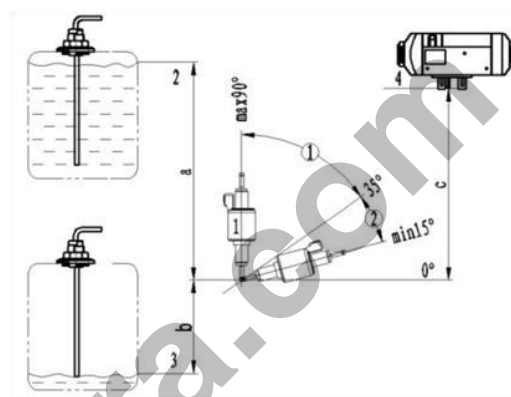

Рис. 15
4.4.1 Топливный насос должен быть установлен в автомобиле при помощи обрезиненного хомута для насоса. Выпускное отверстие топливного насоса должно быть наклонено в верхнюю сторону. Угол наклона может быть выбран в пределах 15°—35° (как показано на рис. 15). Если позволяют условия, топливопровод между топливным насосом и отопителем должен идти с постоянным подъемом вверх.
4.4.3 Перепад высот между уровнем топлива и топливным насосом, а также между топливным насосом и топливным входом отопителя может создать давление(подсос)в топливопроводе (См. рис. 15). Таким образом, эти